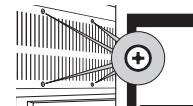

Рис. 11
- Отвинтите четыре винта защитной крышки платы питания (рис. 11).